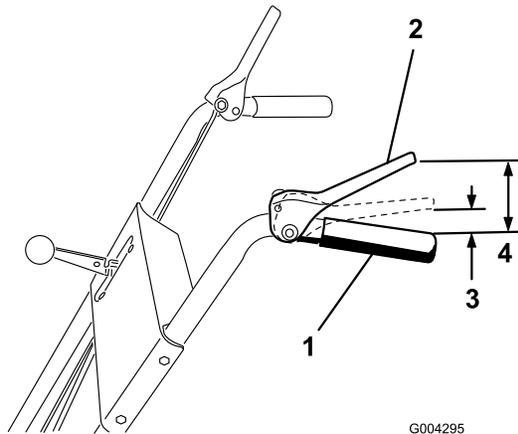

Figure 7
2. Déplacez les deux écrous à embase en haut ou en bas sur la tige de commande de déplacement jusqu'à ce que le haut de la poignée soit à environ 11,4 cm du bas du levier de commande de déplacement comme illustré à la Figure 7.
4. Sélectionnez la troisième vitesse (Figure 7).
Remarque: Le réglage est correct si les roues cessent de tourner en arrière quand 2,5 à 5 cm séparent le haut de la poignée et le bas de la manette de commande de déplacement comme illustré à la Figure 7.